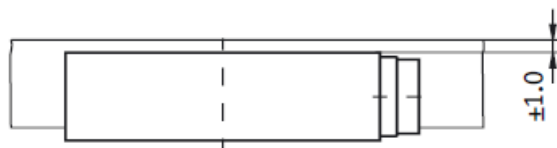

Fig.7 設置公差
センサと磁気テープの(ギャップ・前後左右の傾き・平行度)は設置交差内に抑えて固定して下さい。(Fig.7)
センサと磁気テープ間の正しいギャップは、測長範囲内の移動中、センサと磁気テープの取付状態に関わらず保持されなければなりません。(Fig.7)
① カウント動作をしない
- 磁気センサと磁気テープ間のギャップ異常。……Fig.7を確認し、再調整して下さい。
② 表示が安定しない。時々表示がチラつく。
③ ある一定部のみ表示が動かない。表示が変わってしまう。
④ 移動途中で表示が大きくマイナス表示する。